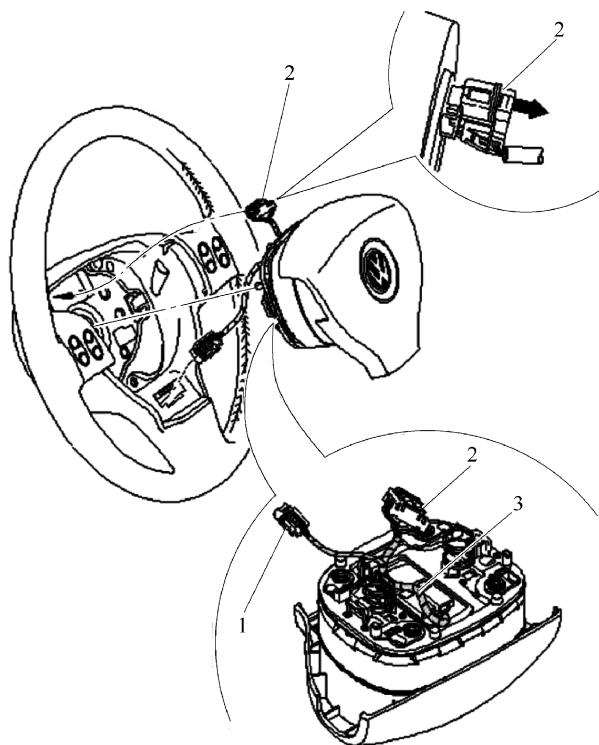

图 12-12 方向盘气囊单元示意图
⑨ 拨动插头锁扣并拔出插头 1, 并拔出安全气囊插头 2, 如图 12-12 所示。
- ① 将线束 3 按照图 12-12 所示铺设好。
- ② 将安全气囊插头 2 插入插座中, 必须听到安全气囊插头的啮合声。
- ③ 将插头 1 插入插座中。
- ④ 将安全气囊单元压入方向盘中, 同时检查安全气囊单元是否嵌入方向盘的左、右两侧中。
⑤ 打开点火开关。
⑥ 重新连接车辆蓄电池连接。
(7) 拆卸和安装前排乘客侧安全气囊单元